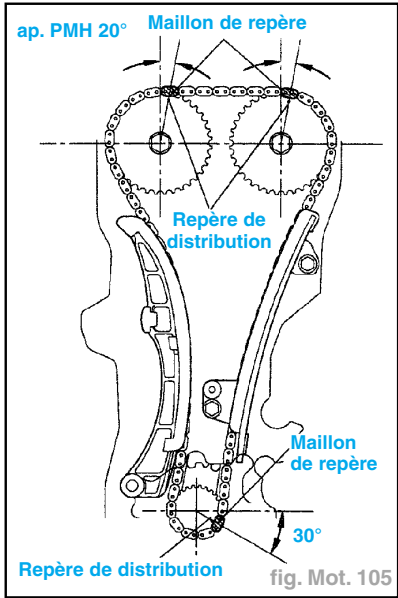

fig. Mot. 105
- Après avoir placé le vilebrequin à 40-140° ap. PMH, placer les cames des pignons de synchronisation d'admission et d'échappement à 20° ap. PMH puis placer le vilebrequin à 20° ap. PMH (fig. Mot. 105).